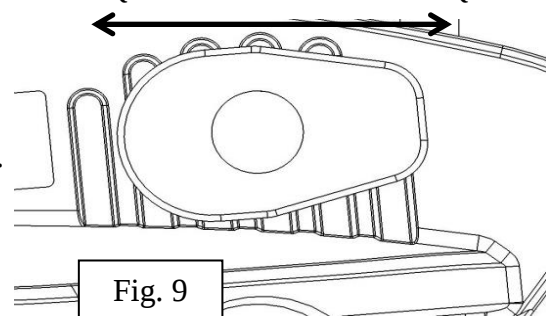

Fig. 9
17. Régler l'angle de la monture de boule en alignant la rondelle dentée sur les sillons de la monture, comme illustré à la Fig. 9.